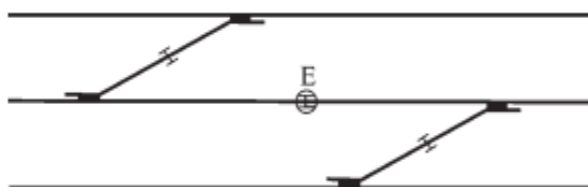

Рис. 33. Место установки стыка между противощерстными стрелками
7) установить изолирующие стыки, обеспечивающие одновременные параллельные передвижения (стыки между стрелками съездов, параллельно расположенными съездами и т. п.) (рис. 33);